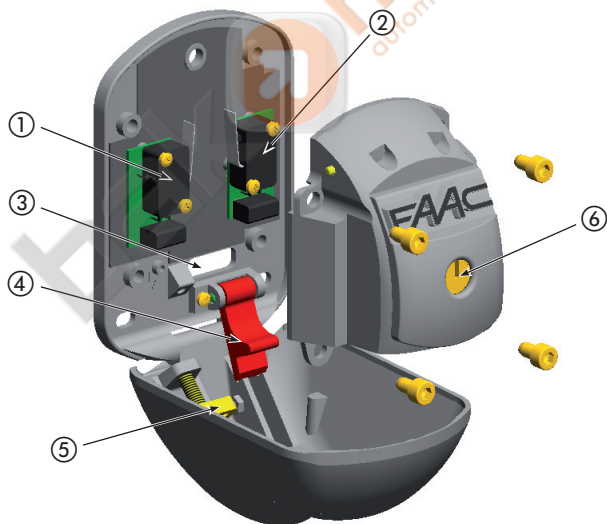

Fig. 2
Accertarsi che lo sportello del dispositivo XK 21 sia mantenuto aperto dalla Leva di Blocco rossa rif. 4) di Fig.2 prima di procedere al serraggio del cavo sul tensionatore.
- A = azionamento micro rif. 2) in Fig.2
- B = azionamento micro rif. 1) in Fig.2
Make sure that the door of the XK 21 device is kept open by the red Locking Lever ref. ④ in Fig.2, before tightening the cable on the tensioning device.